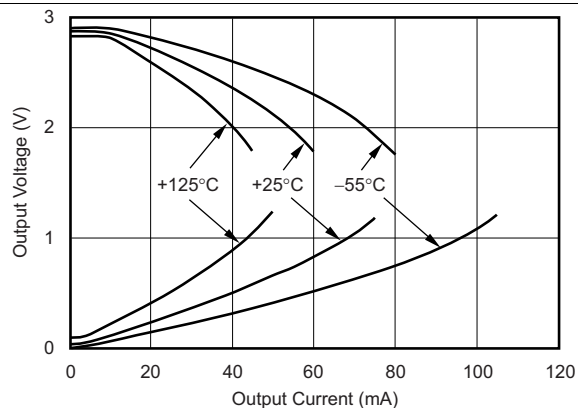
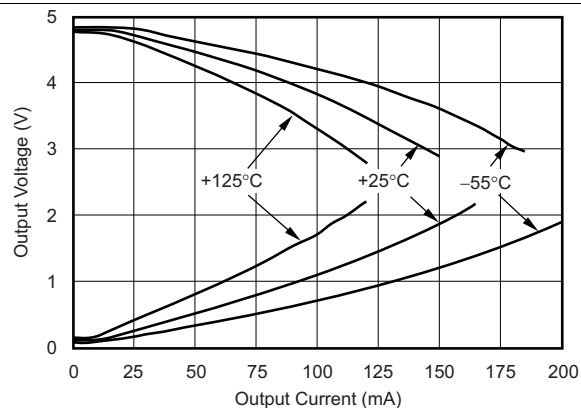
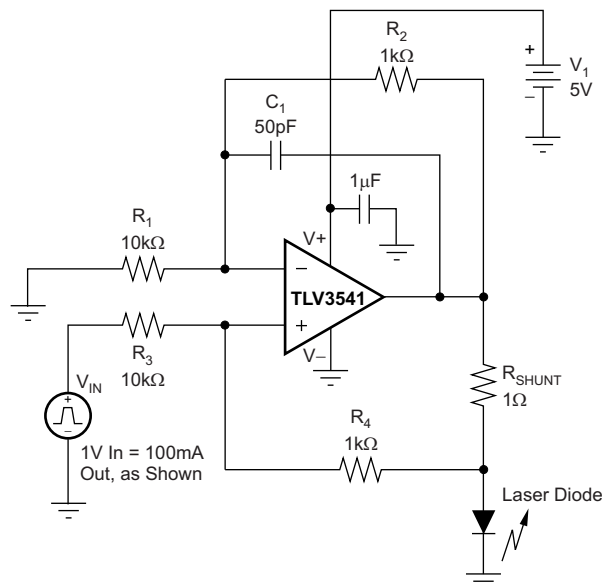
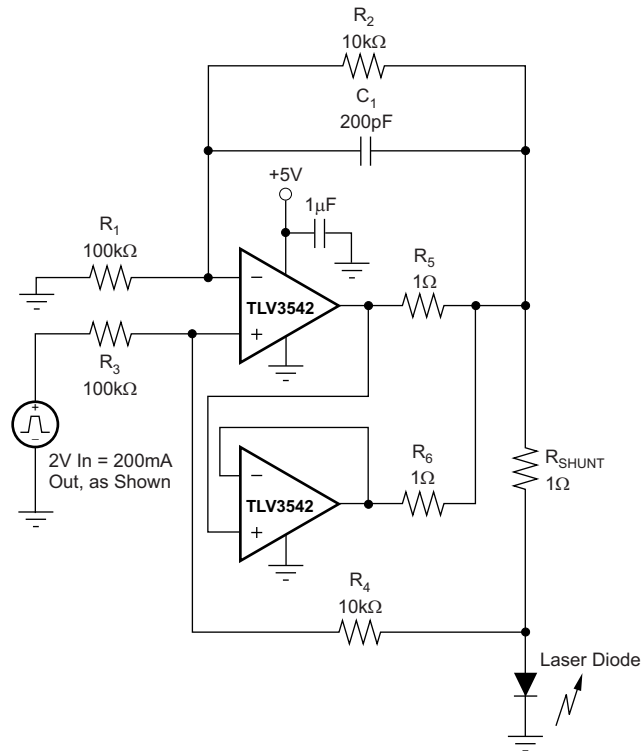

图 13.
图 14.
图 20. 激光二极管驱动器
图 21. 并行运行
(1) 请参阅有关输出电压摆幅与输出电流间的关系（图 13 和 图 14）的典型特性曲线。
(2) 根据设计确定。
(3) 在此温度范围内工作将不会损坏部件。不过，可能出现性能下降。
采用具有共源晶体管的 AB 类输出级来实现轨至轨输出。对于高阻抗负载 ($> 200\Omega$), 输出电压摆幅通常在距离电源轨 100mV 范围内。在 10Ω 负载下, 可在保持高开环增益的同时实现有用输出摆幅。请参阅有关输出电压摆幅与输出电流间的关系 (图 13 和 图 14) 的典型特性曲线。
TLV354x 输出级可提供 $\pm 100\text{mA}$ 的持续输出电流, 并且在 5V 电源供电的条件下提供大约 2.7V 的输出摆幅, 如图 20 中所示。为确保最大可靠性, 不建议运行超过 $\pm 100\text{mA}$ 的持续直流电流。请参阅有关输出电压摆幅与输出电流间的关系 (图 13 和 图 14) 的典型特性曲线。如需提供大于 $\pm 100\text{mA}$ 的持续输出电流, 可将 TLV354x 并行运行, 如图 21 中所示。